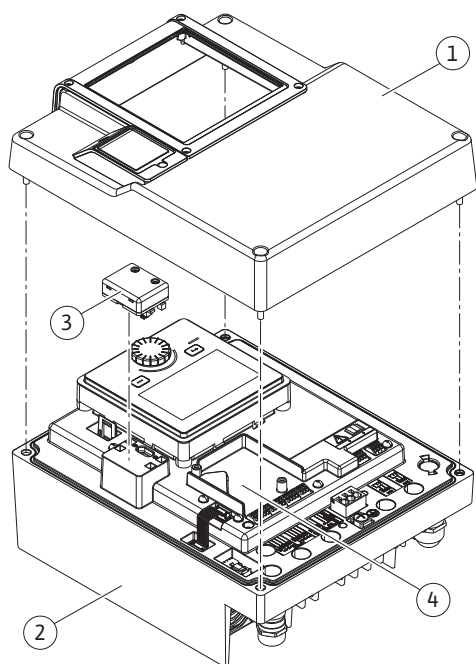
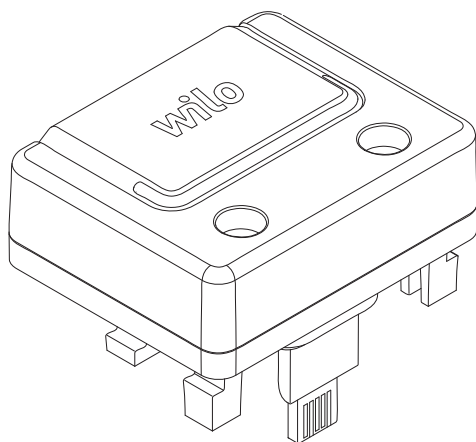

Fig. 25: Elektronikamodul
Fig. 26: Wilo-Smart Connect BT modul
A Wilo-Smart Connect BT modul (Fig. 26) Bluetooth-interfész (Fig. 25, 3. poz.) mobil végeseközkhöz (pl. okostelefon és tablet) történő csatlakozásra szolgál. A Wilo-Smart Connect alkalmazás segítségével tudjuk elvégezni a szivattyú beállítását, kezelését és a szivattyú adatainak leolvasását. A beállításokat lásd az „Üzembe helyezés” fejezetben.
3. Dugja be a Wilo-Smart Connect BT modult az erre szolgáló interfészbe. Lásd: Fig. 25, 3. poz.
A CIF-modulok (tartozék) a szivattyúk és az épületfelügyelet közti kommunikációra szolgálnak. A CIF-modulokat az elektronikamodulra kell dugni (Fig. 25, 4. poz.)